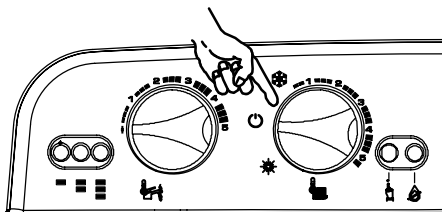

Fig. 6.4 Tablero de mandos
- 22 Apague la caldera colocando el selector de función en posición “” como muestra la Fig. 6.4